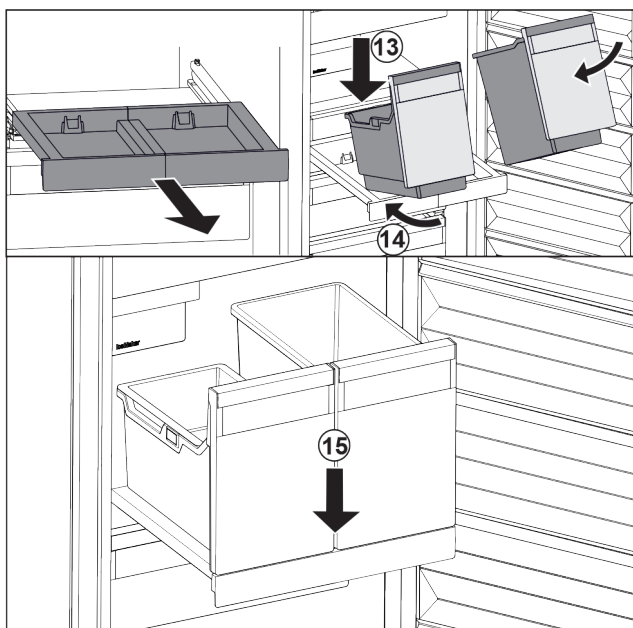

Fig. 197
- ▶ Behälter schräg auf das Auszugsbord aufsetzen. Fig. 197 (13)
- ▶ Behälter schräg nach hinten einschieben. Fig. 197 (14)
- ▶ Behälter vorne absetzen. Fig. 197 (15)